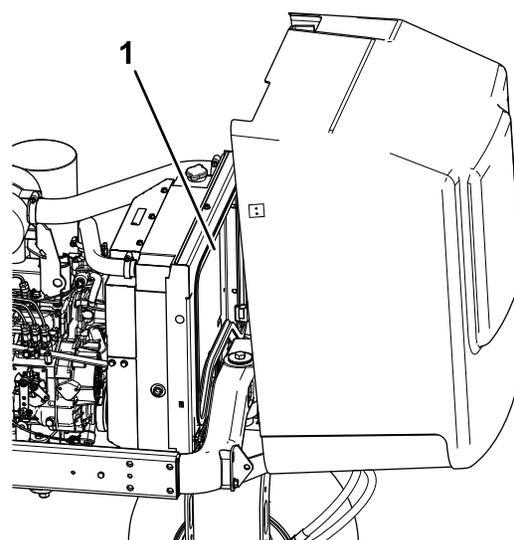

図 68
5. ラジエーターの裏表を、水または圧縮空気で丁寧に清掃する (図 68)。